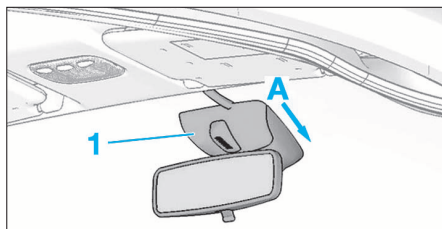

FIG. 102
- Selon équipement, déposer le cache du capteur (1) de luminosité en A (Fig.102).